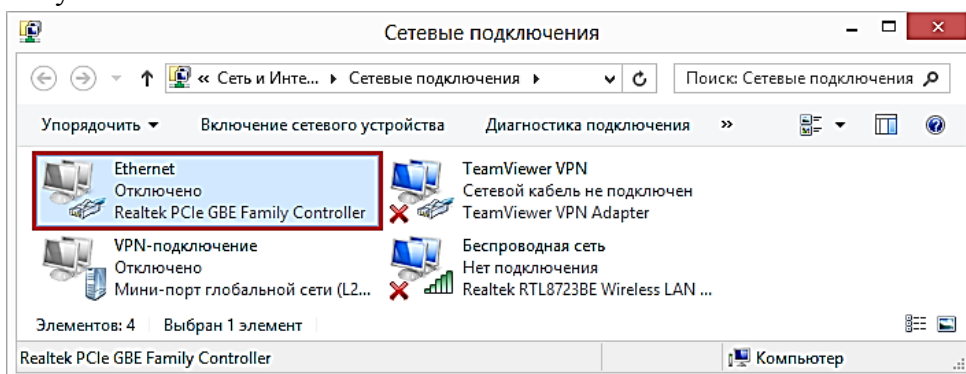

Рисунок 3 – Сетевые подключения
3. Выбрать подключение по локальной сети (рисунок 3) и нажать на него правой кнопкой мыши. Выбрать пункт «Свойства».